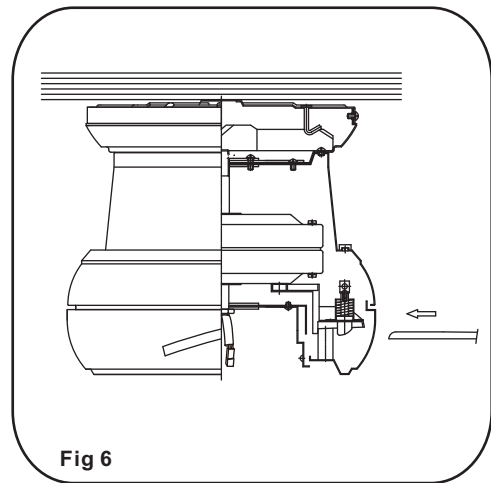

Fig 6
Paso 1. (Fig. 6) Introduzca la aspa por la ranura de la aspa en el ensamblaje del motor. Empuje el aspa hasta que quede ajustada. Usted debera escuchar cuando el perno de seguridad enganche la aspa.